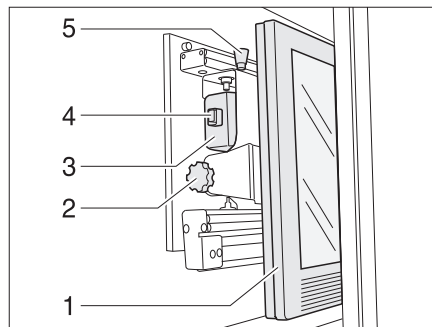

Fig. 131 Meuble télévision
- Appuyer sur le bouton de déverrouillage (Fig. 131,5) et tirer le support de l'écran plat jusqu'à la butée vers l'avant, à l'aide de la poignée (Fig. 131,4).
- Tirer le bouton de déverrouillage (Fig. 131,1) et faire pivoter l'écran plat (Fig. 131,2) dans la position souhaitée.
- Desserrer la vis moletée (Fig. 131,3).